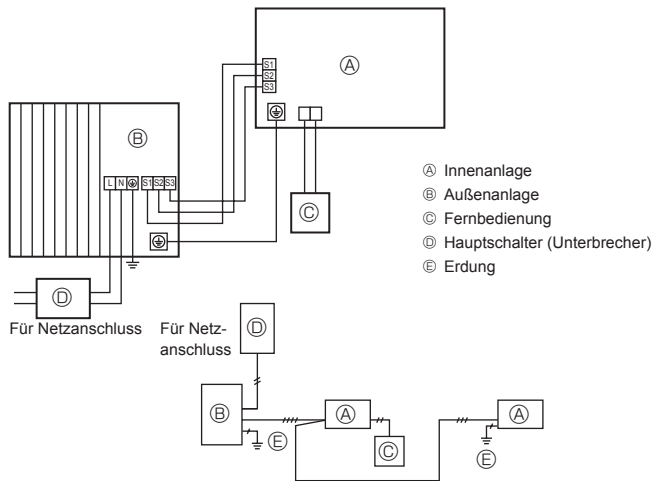
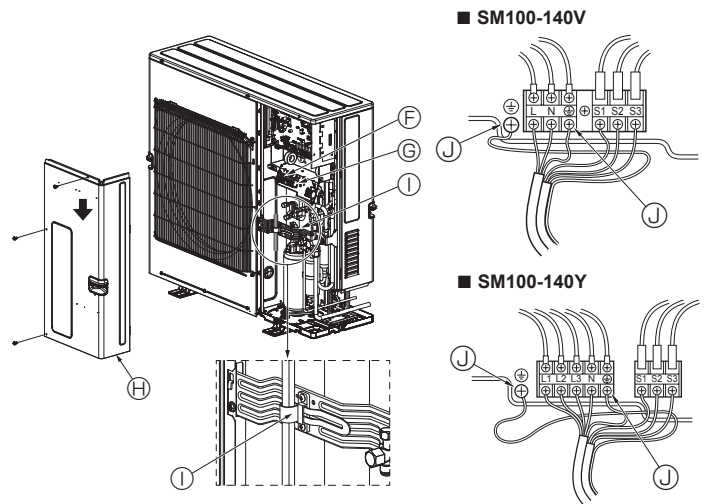

Fig. 6-1
Fig. 6-2
6.1. Auenanlage (Fig. 6-1, Fig. 6-2)
- ① Die Bedienungsplatte abnehmen.
- ② Die Kabel gema der Fig. 6-1 und der Fig. 6-2 verdrahten.